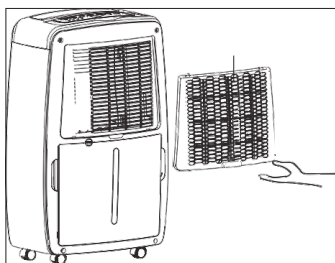

Fig. 1
1. Estrarre il portafiltro dall'unità del deumidificatore (Fig. 1).